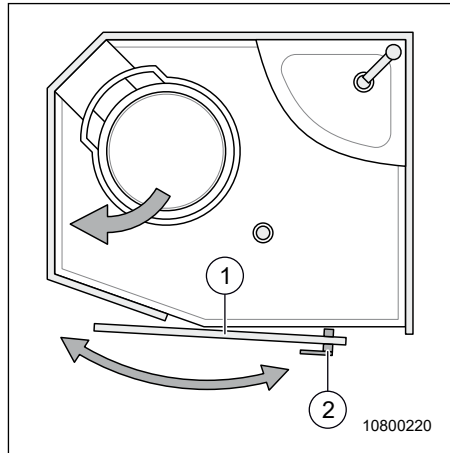

Fig. 72 Öppna/stänga skjuddörren
1. Vrid vredet (Fig. 72, pos. 2) medurs för att öppna.
2. Öppna skjuddörren (Fig. 72, pos. 1) åt vänster.
För att stänga, skjut skjuddörren (Fig. 72, pos. 1) åt höger.